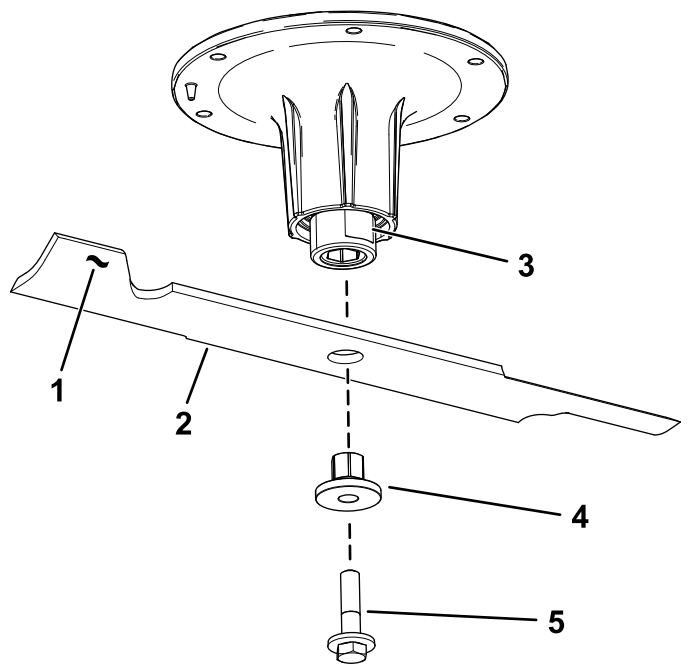

Figura 76
2. Îndepărtați urubul lamei, bucați lama de pe arborele axului (Figura 76).